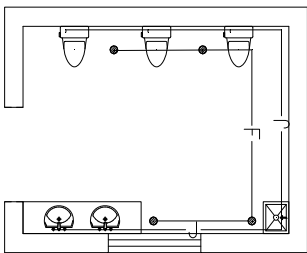

图 10-62 开全部层
调用开全部层命令，可以开启所有已经关闭的图层。如图 10-62 所示为开全部层命令的操作结果。开全部层命令的执行方式有：
下面以图 10-62 所示的开全部层结果为例，介绍调用开全部层命令的方法。
② 执行“图库图层”→“开全部层”命令后，即所有被关闭的图层将会被开启，结果如图 10-62 所示。